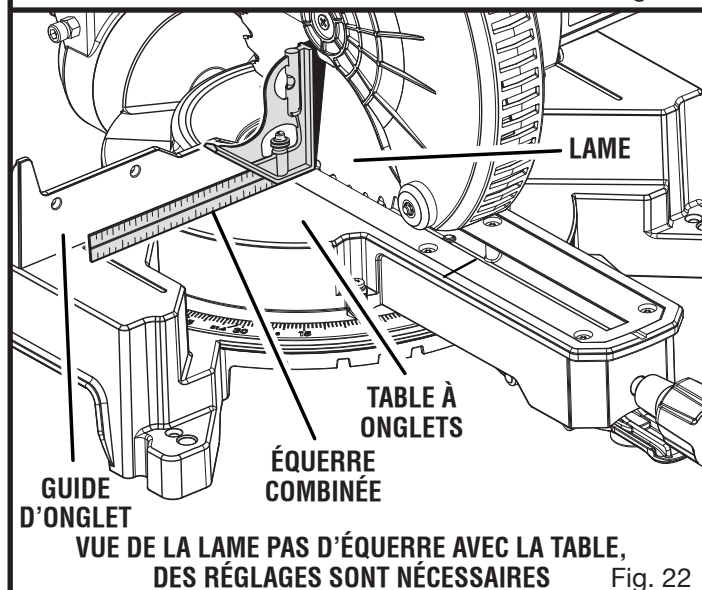

Fig. 22
- Si le haut ou le bas de la lame s'écarte de l'équerre, des réglages, figures 22 et 23, sont nécessaires.